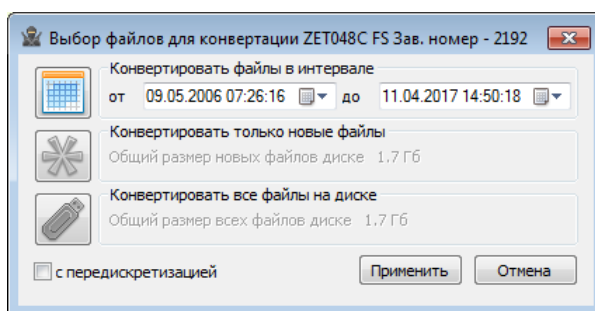

Рис. 6.6 Окно программы «Выбор файлов для конвертации»
4. Автоматически активируется окно программы сохранения и конвертации файлов из встроенной памяти виброметра в память компьютера (Рис. 6.6).
конвертации» (Рис. 6.6), соответствующее окно будет закрыт, и копирование данных производиться не будет.